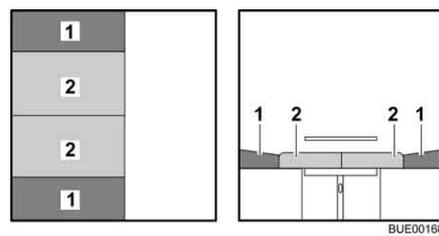

Bild 87 Nach dem Umbau
- Die Sitzpolster (Bild 87,2) zur Mitte ziehen.
- Die Rückenpolster (Bild 87,1) zwischen die Sitzpolster und die Wand legen.